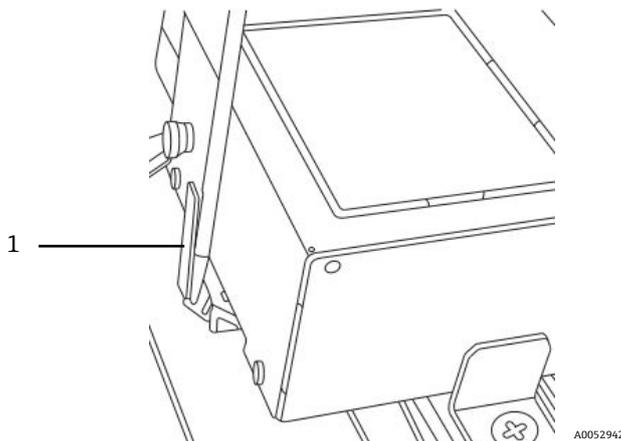

Figura 77. Inserimento del cacciavite nell'estensione della fascetta (1)
4. Inserire un cacciavite a testa piatta nell'estensione della fascetta sulla parte superiore del modulo ottico, come indicato in Figura 77.